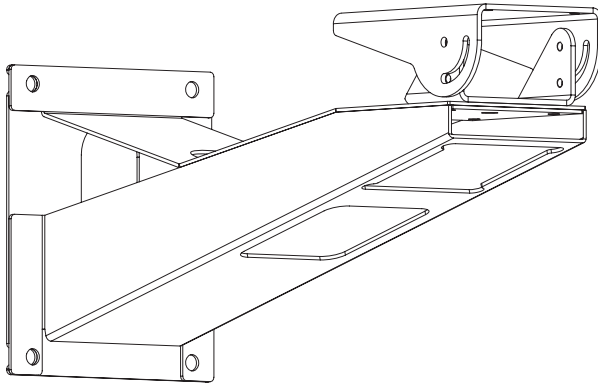

Fig. 13
- Wandhalterung, Max. Tragkraft 45 kg (Fig. 13).